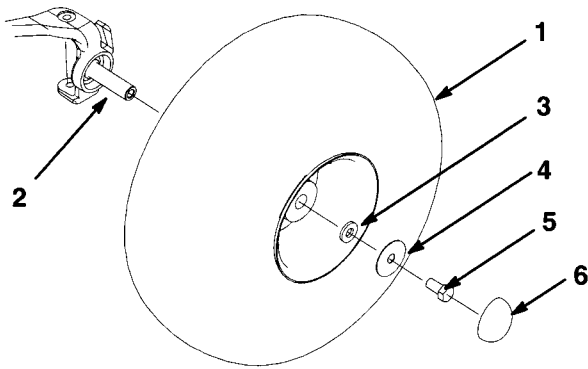

図 3
4. キャップスクリュ（図3）でスピンドルに前輪を固定し、 $19\ 23\text{ kg/cm}^2$ にトルク締めする。